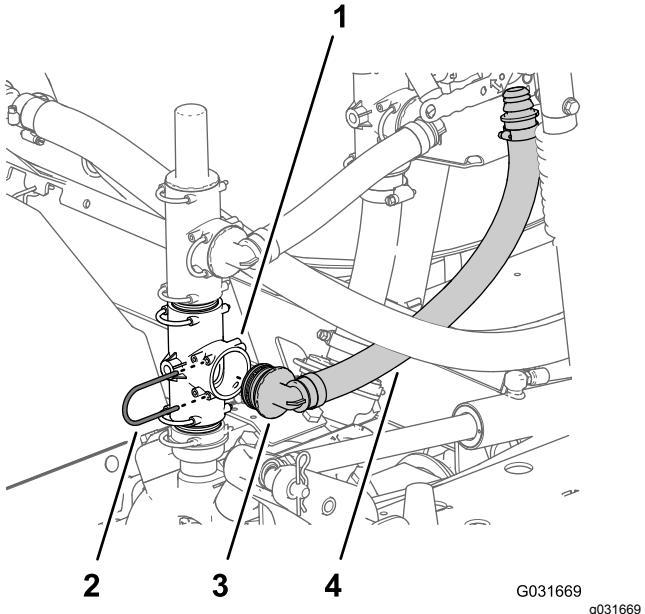

Figura 10
- Allineate l'altro raccordo a 90° del gruppo flessibile di alimentazione con il foro aperto del raccordo a T inferiore nella pompa dell'irroratrice e inserite il raccordo a 90° fino a quando non è in sede (Figura 10).
- Fissate il raccordo a 90° al raccordo a T nella pompa dell'irroratrice con il fermo (Figura 10) che avete rimosso al passaggio 1 di Riposizionamento della valvola di sfiato della pressione e del raccordo a T superiore (pagina 5).